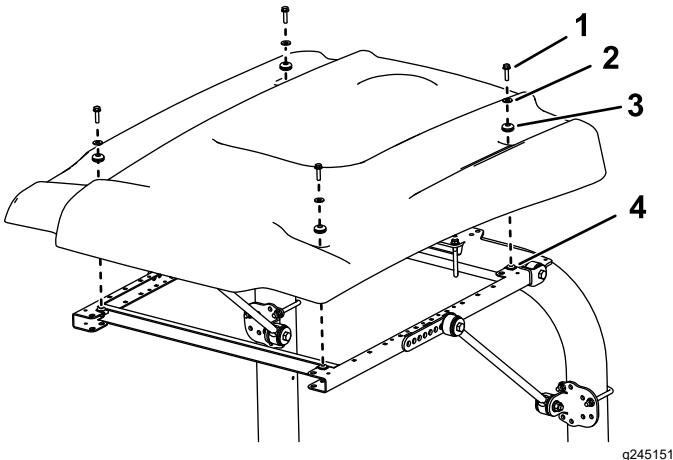

Figura 41
15. Alinee los taladros de montaje y posicione el toldo sobre el bastidor, según se muestra en Figura 41.
16. Sujete provisionalmente cada esquina del toldo al bastidor con un perno con arandela prensada (5/16" x 1 1/4"), una arandela pequeña y un anillo de goma (Figura 41).